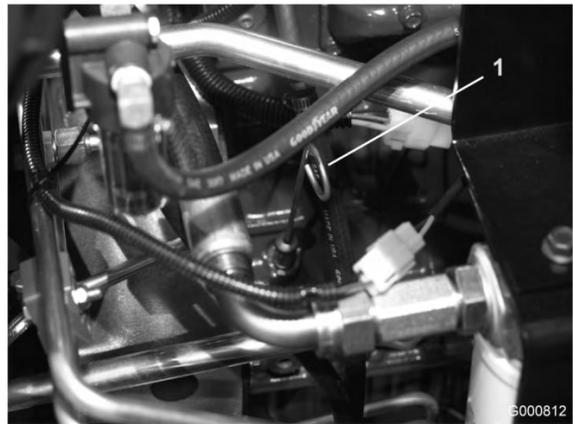

Figura 17
2. Retire a vareta (Figura 17), limpe-a e volte a colocá-la. Retire-a novamente e verifique o nível do óleo: o nível de fluido deve situar-se na marca FULL da vareta.